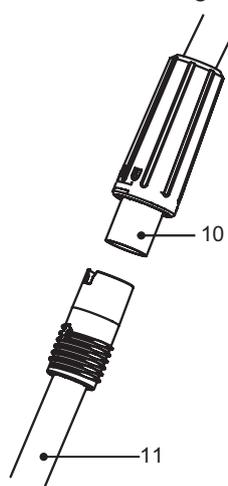

Fig. 4
- > Alignez la rallonge de perche [10] avec la perche supérieure [11]. Les renforcements en forme de triangle doivent se faire face. (Fig. 4)